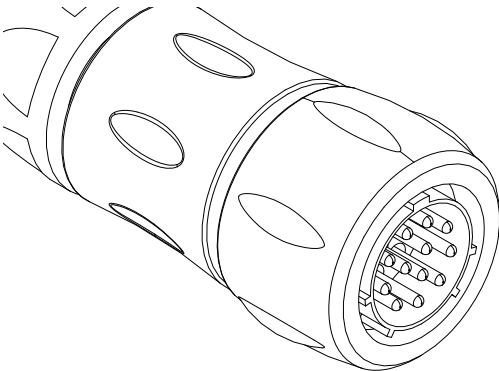
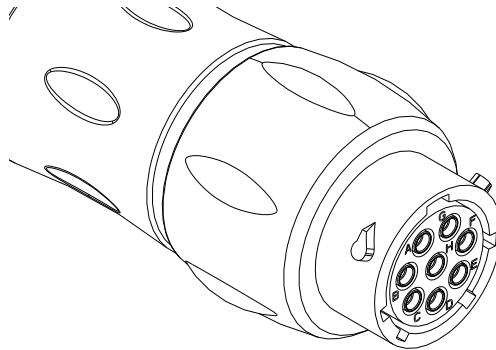

ABB. 1: Schmelzer-Anschluss
ABB. 2: Pistolen-Anschluss
Der große quadratische Stecker ist das Schmelzerende und besitzt ein 0,6 m (2 Fuß) langes Kabel (siehe Abb. 1). Der kleine quadratische Stecker ist das Pistolenende und verfügt über ein 0,6 m (2 ft) langes Kabel (siehe Abb. 2).
- a. Mit dem Ohmmeter den elektrischen Widerstand an den Heizelementstiften zwischen den Stiften C und D des Schmelzerende-Anschlusses prüfen, der am Regler für beheizten Schlauch angeschlossen ist. Siehe Abb. 1. Der Widerstand des Heizelements für die verschiedenen Längen der gekoppelten Schlauchgruppen ist in der folgenden Schlauch-Tabelle angegeben.